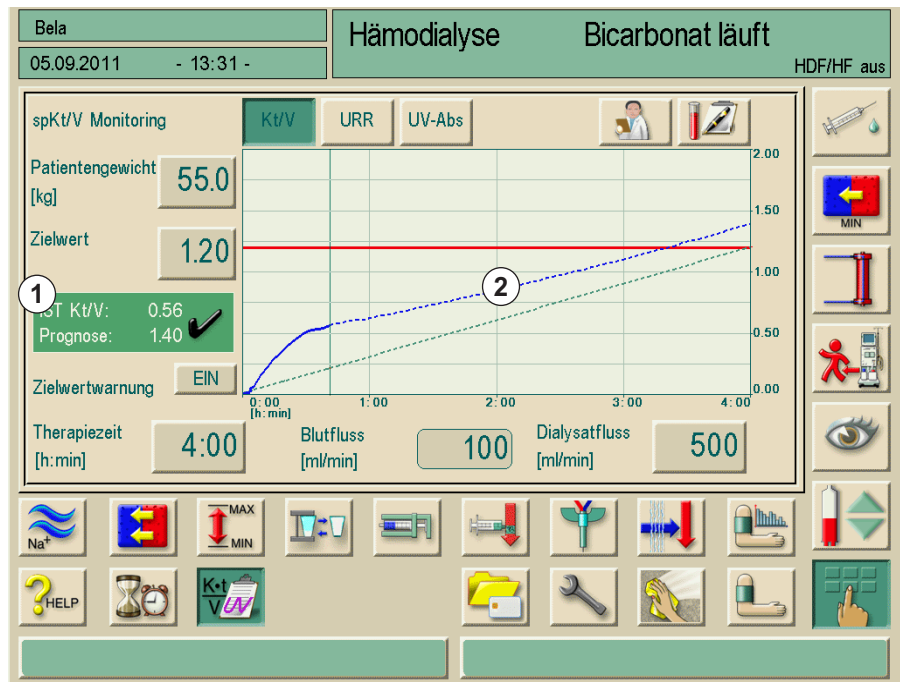

Abb. 11-16 Numerische und grafische Anzeige der Prognose
Im Therapiemodus Hämodialyse (HD) erhält der Anwender eine Prognose über den voraussichtlichen Kt/V-Wert am Ende der Therapie. Die Anzeige erfolgt numerisch (Abb. 11-16, 1) und grafisch (Abb. 11-16, 2). Die blaue Ist-Kurve wird über den aktuellen Therapiestatus hinaus verlängert, um den Therapiefortschritt zu prognostizieren.